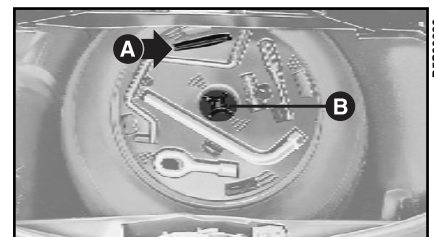

fig. 9
4) Placer le support en faisant coïncider la boutonnière **A**-fig. 9 avec la base du cric.